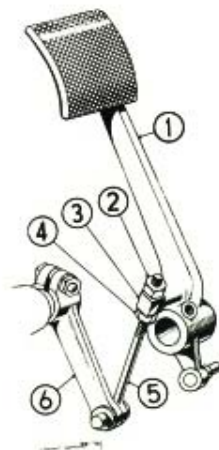

Fig. 30. Regolazione del gioco del pedale della frizione.
Per far ciò è necessario, svitare di quanto occorre, il dado (4), quindi bloccare il perno di registro (3), serrando il dado (2) (ved. fig. 30).